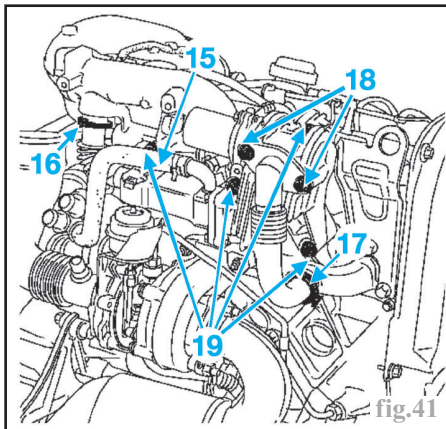

fig.41
- la durit supérieure sur l'échangeur eau / EGR (15) (fig.41).
- le collier du tuyau de l'échangeur eau / EGR sous le collecteur d'admission (16),
- le collier du tuyau d'EGR sur le collecteur d'échappement (17),
- le tuyau d'EGR sur l'échangeur eau / EGR (18),
- les fixations de l'échangeur eau/EGR (19) et le dégager.